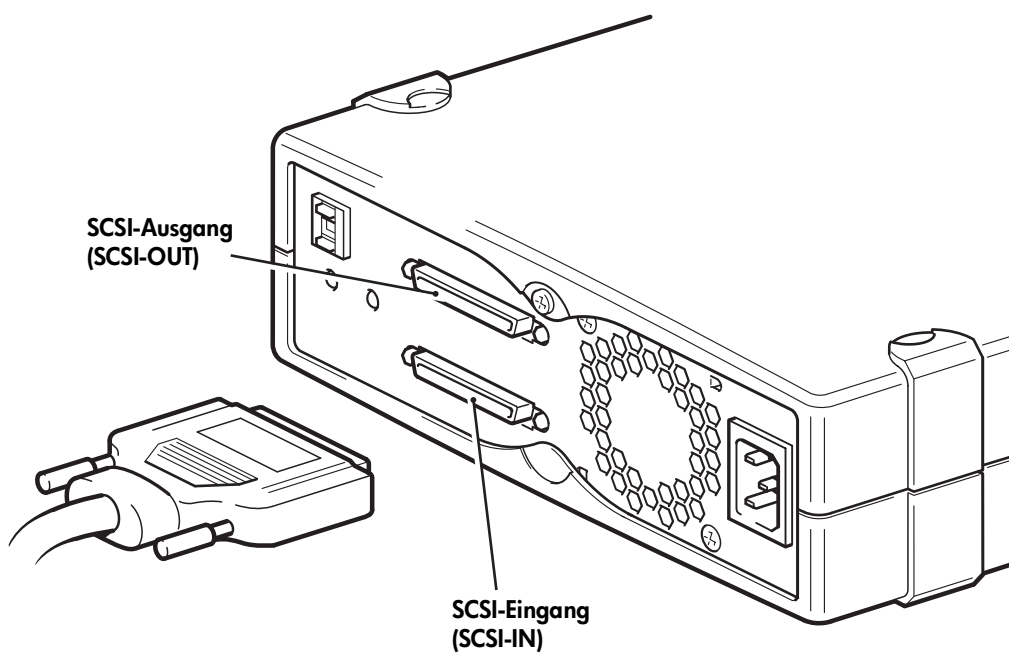

Abbildung 5: Anschließen des SCSI-Kabels
- 4 Schließen Sie den HD-Stecker des SCSI-Kabels an den SCSI-Eingang (SCSI-IN) auf der Rückseite des Bandlaufwerks an, und ziehen Sie die Schrauben am Anschluss an. (Siehe Abbildung 5.) Schließen Sie das Kabel **nicht** an den SCSI-Ausgang (SCSI-OUT) an.